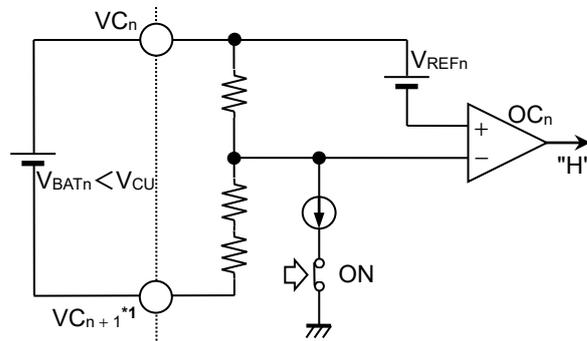

図19 セルフテスト動作時 (RSTB = "H", CLK = "H2n-1")
- 3~12クロック目 : CLK端子に入力されたクロック信号の $2n - 1$ クロック目で過充電コンパレータ $n$  (OC $n$ ) の診断を実行 (図19参照)
CLK端子に入力されたクロック信号の2n-1クロック目で過充電検出の診断を実行し、クロック信号が "H" のとき、検出信号タイプが共通 / 分離いずれの場合にもOUT1端子およびOUT2端子出力が過充電検出状態となります (図19参照)。